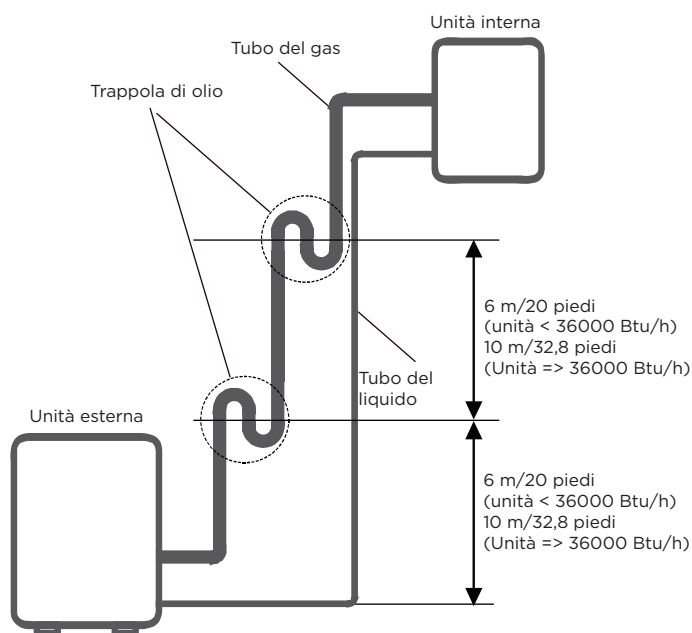

Fig. 6.1
- Se l'olio ritorna nel compressore dell'unità esterna, ciò potrebbe causare la compressione del liquido o il deterioramento del ritorno dell'olio. Le trappole di olio nel tubo del gas in aumento possono prevenire il problema. Una trappola di olio deve essere installata ogni 6 m (20 piedi) o 10 m (32,8 piedi) di riser verticale della linea di aspirazione. (Vedi Fig. 6.1)